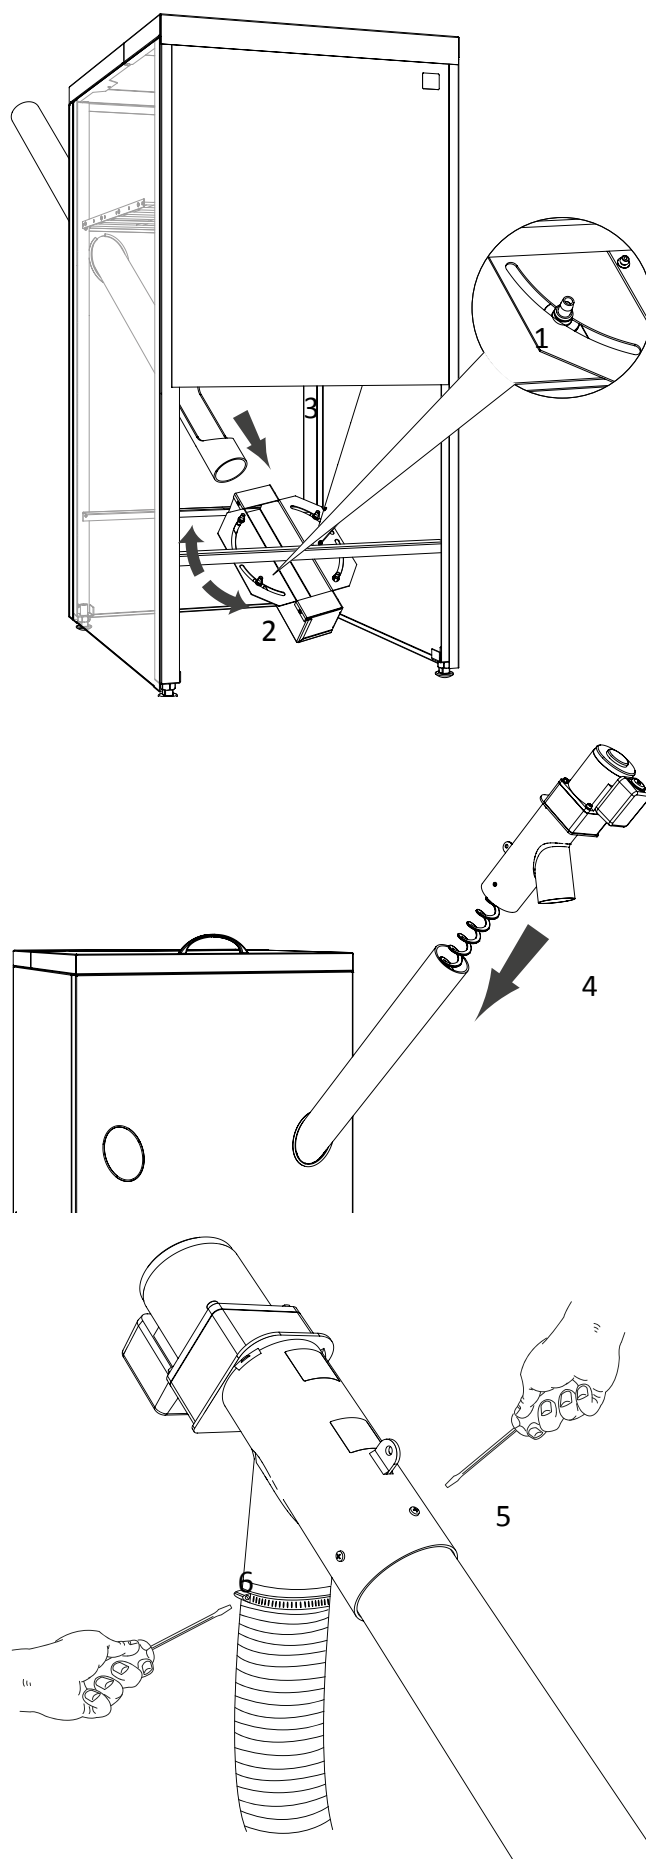

Рис. 8 Монтаж комплекта
2. Ослабить прижимные болты поворотной ручки механизма подачи (Рис. 8 п.1) и повернуть ручку макс. Влево или вправо – в зависимости от расположения механизма подачи (Рис. 8 п. 2).
3. В ранее проделанное монтажное отверстие вставить до конца транспортную трубу механизма подачи (Рис. 8 п. 3) (для точной установки) и закрутить прижимные болты поворотной ручки.
1. Вставить в транспортную трубу спираль механизма подачи (Рис. 8 п. 4).
3. Прикрепить гибкую гофрированную трубу шнековыми обручами к соединителя механизма подачи и засыпной трубе горелки (Рис. 8 п. 6).
5. После определения оптимального наклона соединителя при помощи прилагаемого сверла проделать отверстия в транспортной трубе механизма подачи (через отверстия в соединительной трубе), а затем привинтить их друг к другу при помощи прилагаемых болтов (Рис. 8 п. 5).